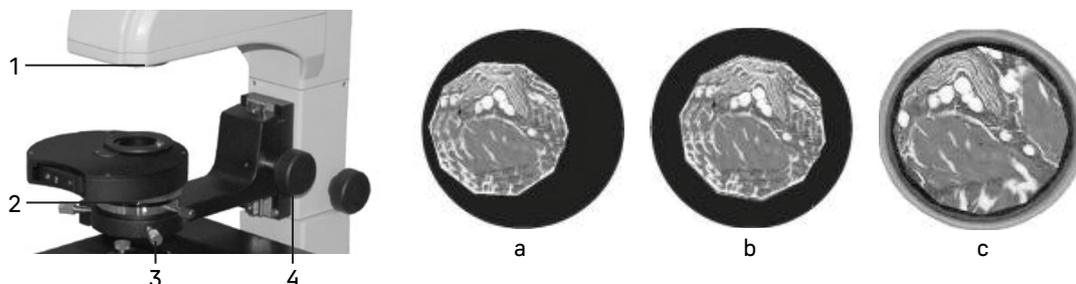

Рис. 10. Настройка освещения по Кёлеру
- Раскройте апертурную диафрагму **2** и закройте полевую диафрагму **1**. В поле зрения будет видно светлое пятно с изображением краев диафрагмы, как показано на рис. 10.
- Если светлое пятно смещено относительно центра поля зрения, как показано на рис. 10а, отрегулируйте положение апертурной диафрагмы с помощью центрировочных винтов **3** так, чтобы центр апертурной диафрагмы совместился с центром поля зрения, как показано на рис. 10б.
- Раскройте полевую диафрагму, чтобы изображение образца заполнило поле зрения, как показано на рис. 10с.